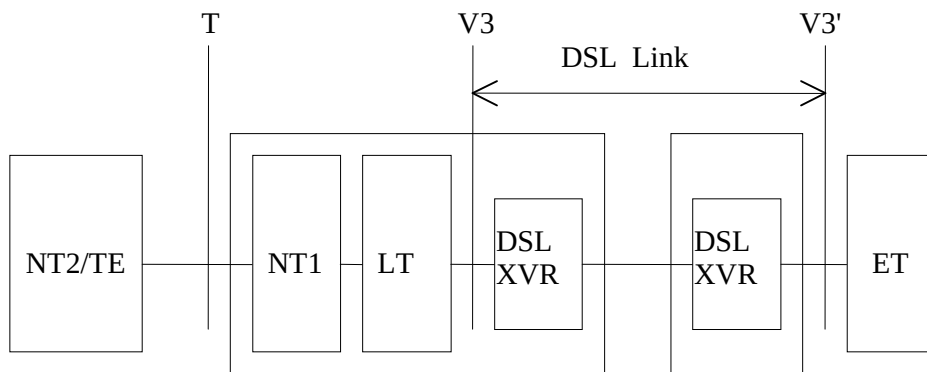

Рисунок 4-4: Опорные точки PRA.
- "Ведомый" модем, установленный в помещении пользователя, конфигурируется как NT1 и LT. Прямой доступ к станции осуществляется по линии передачи данных DSL, работающей в прозрачном режиме. Все данные, включая временной интервал 0, поступающие от станции, должны передаваться прозрачно (и временной интервал 0 тоже) на модуль сетевого окончания PRA-NTU, следовательно, оборудование DSL, обеспечивающее окончание линии, должно быть E1 и работать в прозрачном режиме (смотрите рисунок 4-4).